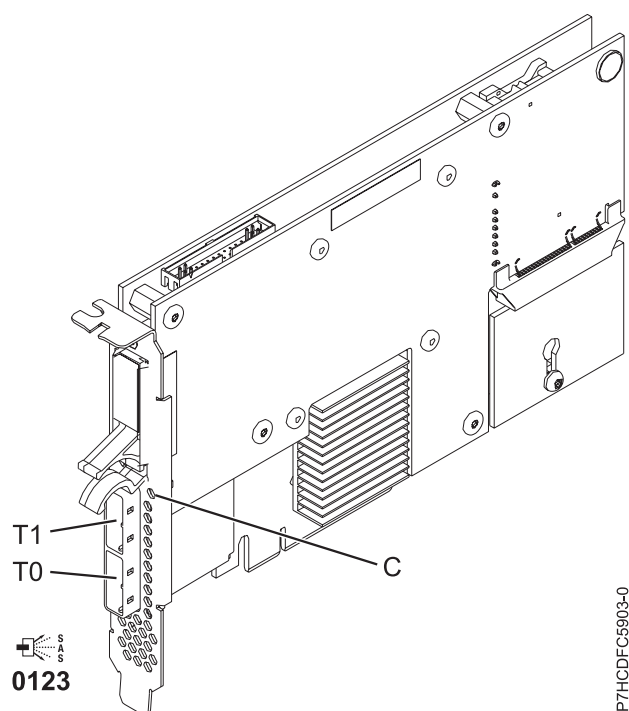

Figura 87. Adaptador RAID SAS de 3 Gb x4 - PCIe dual
O 5903 ou 5805 contém um LED ((C) em Figura 87) que pisca se os dados de cache estão presentes. O LED de dados em cache presente pisca quando há dados possíveis no cache no adaptador. Se o LED de dados em cache presentes está piscando, não substitua o pacote de baterias de cache. Se for substituído quando o LED estiver piscando, os dados do cache serão perdidos. Consulte Figura 87 para localizar o LED de dados em cache presentes nesse adaptador.